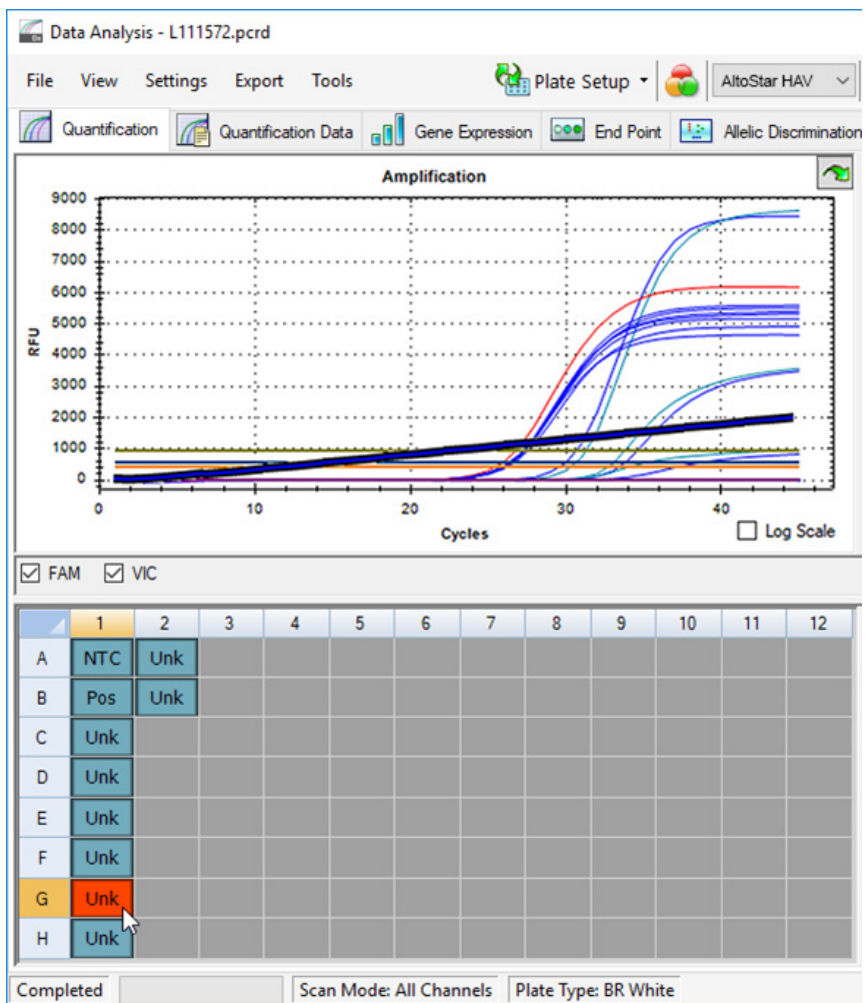

Figura 6: Finestra Data Analysis (Analisi dei dati): segnale PCR irregolare
- Identificare i pozzetti con segnali PCR irregolari (aumento del segnale lineare, picchi anomali, ecc.) in uno qualsiasi dei canali di rilevamento FAM™ (HAV target) e VIC™ (IC) (vedere figura 6).